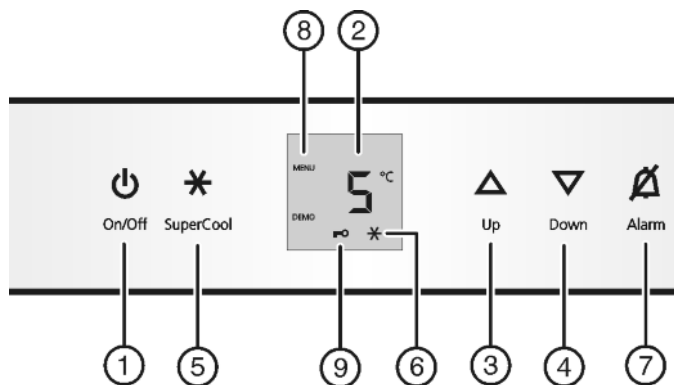

Fig. 2
- ▶ нажмите кнопку On/Off Fig. 2 (1).
- ▶ Активация режима настройки: удерживайте кнопку SuperCool Fig. 2 (5) прибл. 5 секунд.
- ▷ Символ меню Fig. 2 (8) горит.
- ▶ Коротко нажмите кнопку SuperCool Fig. 2 (5) для подтверждения.
- ▶ Для включения защиты от детей коротко нажмите клавишу SuperCool Fig. 2 (5).
- ▷ Символ "Защита от детей" Fig. 2 (9) горит. На индикации мигает **c**.
- ▶ Для выключения защиты от детей коротко нажмите клавишу SuperCool Fig. 2 (5).
- ▷ Символ защиты от детей Fig. 2 (9) гаснет. На индикации мигает **c**.
- ▶ Выход из режима настройки: нажмите кнопку On/Off Fig. 2 (1).
- ▶ Нажмите кнопку Alarm Fig. 2 (7).
- ▶ Установка более высокой температуры: нажмите кнопку настройки Up Fig. 2 (3).
- ▶ Установка более низкой температуры: нажмите кнопку настройки Down Fig. 2 (4).
- ▶ Коротко нажмите кнопку SuperCool Fig. 2 (5).
- ▷ На индикации горит символ SuperCool Fig. 2 (6).
- ▷ Символ SuperCool Fig. 2 (6) на индикации гаснет.